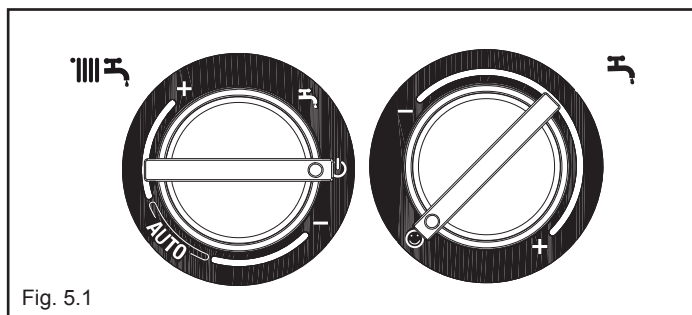

Fig. 5.1
- Portare il selettore di funzione su  per spegnere la caldaia (fig. 5.1)
- Ruotare il selettore regolazione temperatura acqua sanitario nella posizione  (fig. 5.1)